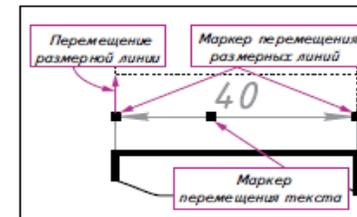

Рис. 300. Маркеры размерных линий
2. Если необходимо переместить размерную линию, например подвинуть ближе или дальше от контура детали, выделите размерную линию (одним щелчком левой кнопки мыши). У выделенного изображения размерных линий появятся так называемые **маркеры** — характерные точки (рис. 300). Нажав на маркер левой кнопкой мыши и переместив его в нужном направлении, можно поменять положение размерной линии.